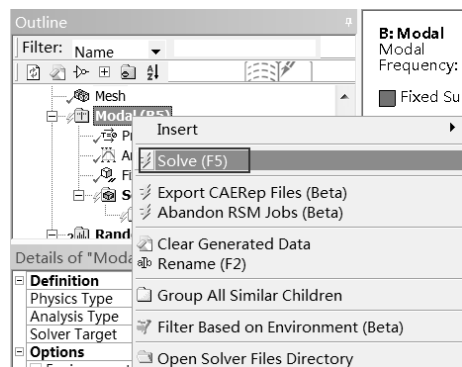

图 10-34 执行模态计算
Step4：右击如图 10-34 所示的 Modal 选项，在弹出的快捷菜单中选择 Solve 命令，进行求解计算。